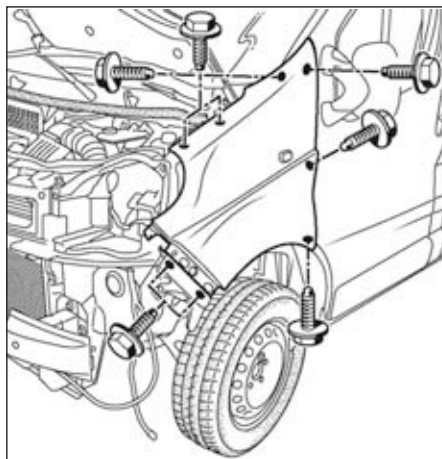

FIG.125
- les vis de l'aile avant (Fig.125),
- les vis de l'aile avant (Fig.125).